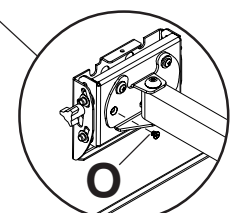

fig. 4.2
4-1 Faites pivoter le moniteur jusqu'à la position désirée (de 5° dans le sens des aiguilles d'une montre ou dans le sens contraire). Insérez une vis cruciforme à tête plate n° 10-32 x 6,4 mm (1/4 po) (O) pour verrouiller le moniteur à sa position, tel qu'illustré à la figure 4.2
Bloquez les cordons en place en glissant les gaines des cordons sur la monture, comme illustré à la figure 4.2. Il peut être nécessaire de déplacer l'écran afin de faciliter l'accès pour le faire coulisser sur les gaines des cordons.